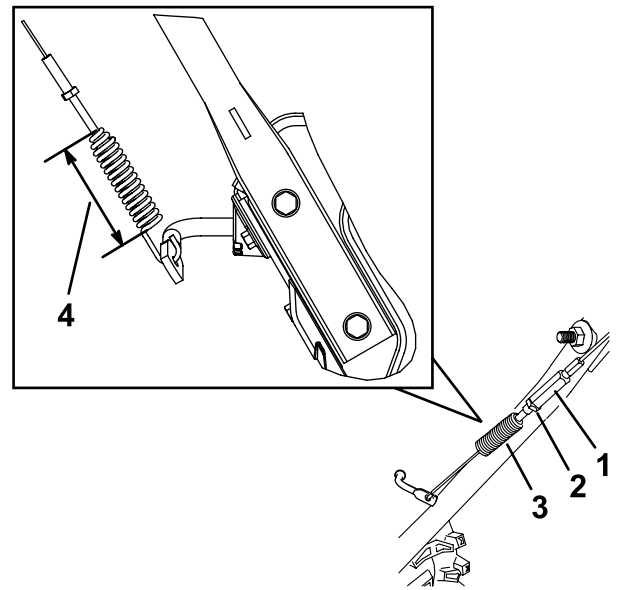

Figure 31
1. Desserrez l'écrou de blocage (Figure 31).
4. Serrez l'écrou de blocage (Figure 31) en vérifiant que le câble est légèrement tendu.
3. Desserrez ou serrez le tendeur pour régler la longueur du ressort à 6,6 cm, comme montré à la Figure 31.